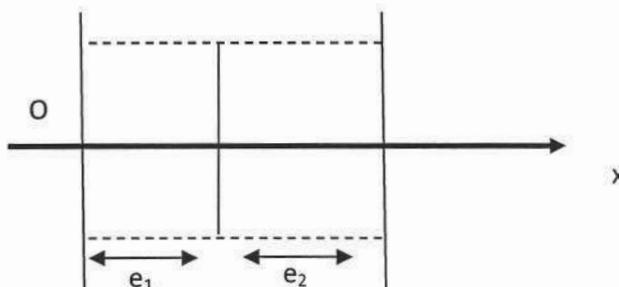

Fig.2
5) On considère maintenant deux matériaux de conductivités différentes  $\lambda_1$  et  $\lambda_2$ , d'épaisseurs respectives  $e_1$  et  $e_2$ , ayant une face commune (fig.2). Déterminer en régime permanent la température à l'interface  $T_0$  lorsque les faces externes sont à, respectivement,  $T_1$  et  $T_2$ . A quelle condition  $T_0$  est-elle proche de  $T_1$  ? de  $T_2$  ?